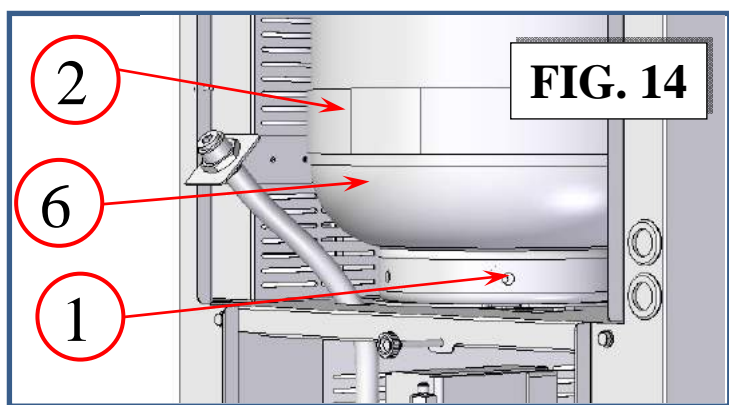

FIG. 14
Desenrosque a contraporca do reservatório (ref. 1, Fig. 14).
Separe a bobina de aquecimento (ref. 2, Fig. 14) do reservatório (não toque ou desconecte os fios da bobina de resistência).
Remova o reservatório (ref. 6, Fig. 14) de seu compartimento, deixando a resistência em torno do prato de balança.